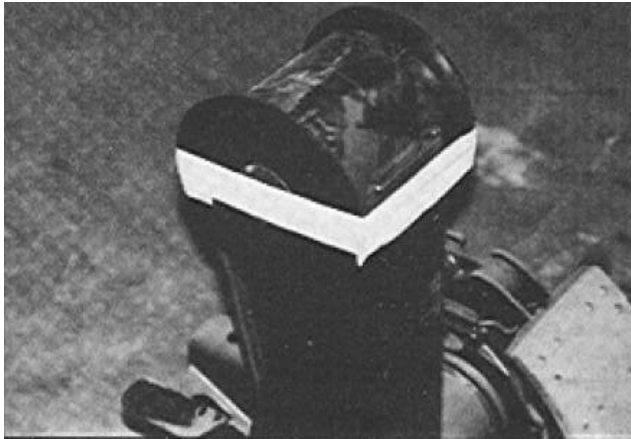

Figura 10
2. Usando una cinta, instale las rondanas de plástico a los lados de los bujes pivote. La cinta mantendrá las rondanas de plástico en su lugar durante el re-ensamble. Ver Figura 10.